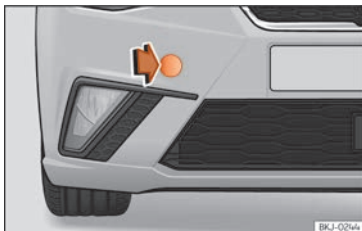

Abb. 45 Stoßfänger vorn rechts: Abdeckung entfernen.
Die Abschleppöse wird in die hinter einer Abdeckung auf der rechten Seite des vorderen Stoßfängers befindliche Aufnahme eingeschraubt »» Abb. 45.
- Drücken Sie die Abdeckung zum Herauslösen im linken Bereich und lassen Sie sie am Fahrzeug hängen »» Abb. 45.